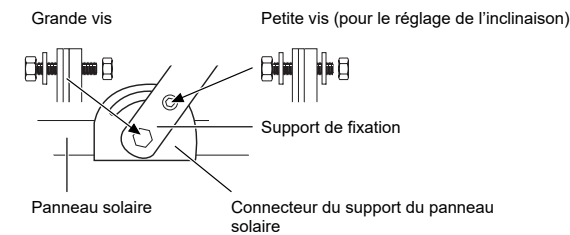

Fig. B2 : Installation du support du panneau solaire (N° : 3156507)
3. N° : 3156507 : Installez le support de montage du panneau solaire sur le panneau solaire à l'aide des vis, des connecteurs de support, des rondelles et des écrous fournis. Voir la figure B2 pour plus de détails.